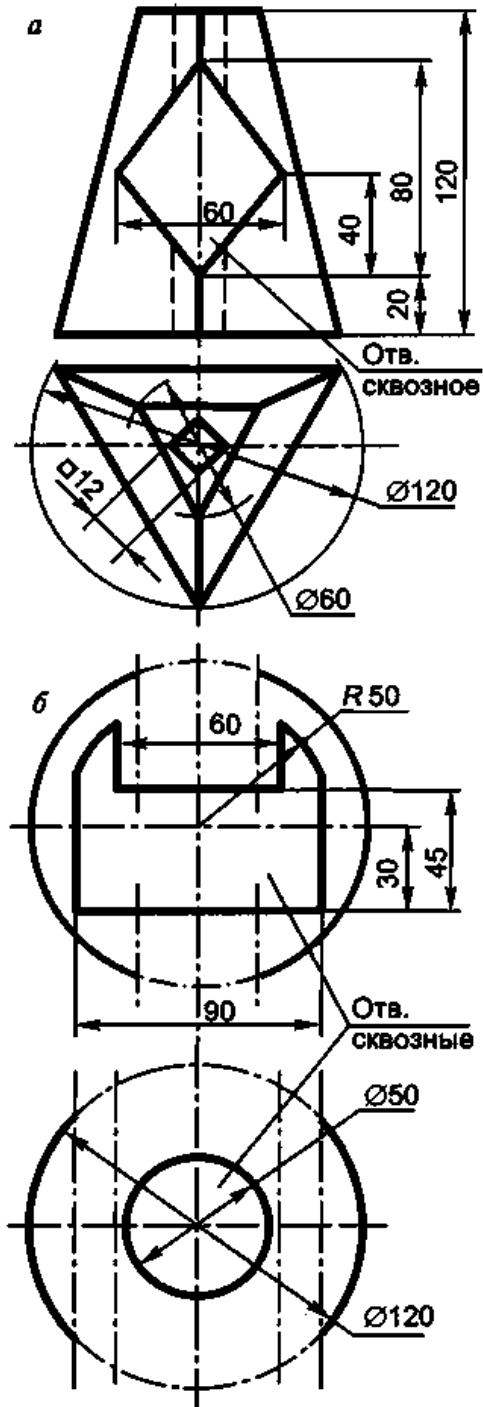

Рис. 2.17
7. Выполнить чертежи треугольной пирамиды (а) и сферы (б) с окнами в трех проекциях с тремя разрезами каждой (рис. 2.17).